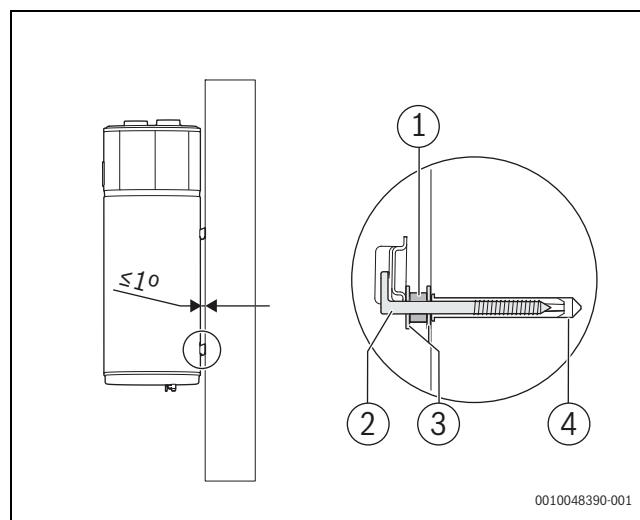

Fig. 18
- ▶ Estabelecer uma distância mínima de 220 mm ao teto e de 450 mm ao solo (→Fig. 18, página 13) para facilitar a manutenção.
O aparelho deve estar nivelado na vertical ou ligeiramente inclinado para trás, não mais do que 1°. Para o regular, é aconselhável (Fig. 18):